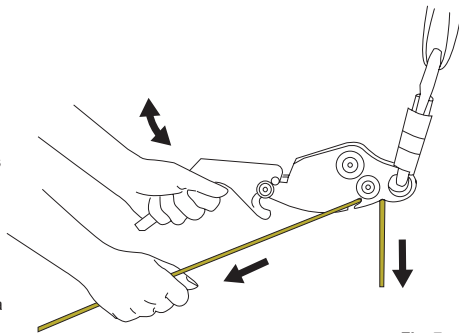

Fig. 7
8. La vitesse de la descente est réglée en posant une main sur la poignée et l'autre main, qui tient la corde, en-dessous de l'appareil. Commencez en positionnant la corde dans un angle qui soit en dehors de la fente. Lorsque l'appareil de descente est renversé, la descente commence lorsque vous poussez la poignée vers le haut, fig.7, et s'arrête en poussant la poignée vers le bas ou lorsque vous la relâchez. Augmentez ou diminuez la friction en déplaçant la corde dans la section étroite de l'ouverture ou en l'éloignant comme indiqué sur les fig.3:B. Il est important de toujours garder une main sur la corde en-dessous de l'appareil pour avoir un meilleur contrôle de la descente.